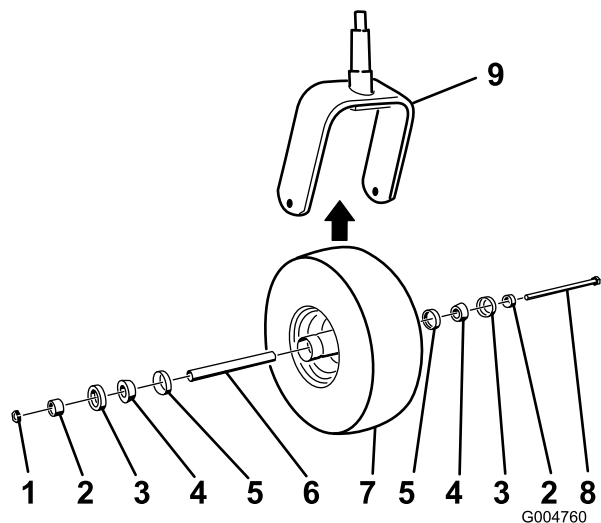

図 53
2. キャスタ・ホイール・アセンブリをキャスト・フォークの間に保持しているボルトのロックナット（図 53）を外す。
5. コーン・ベアリングにグリスをパックし、キャスタ・ホイールのハブにコーン・ベアリングとシールを押し込み、図 53のように組み上げる。